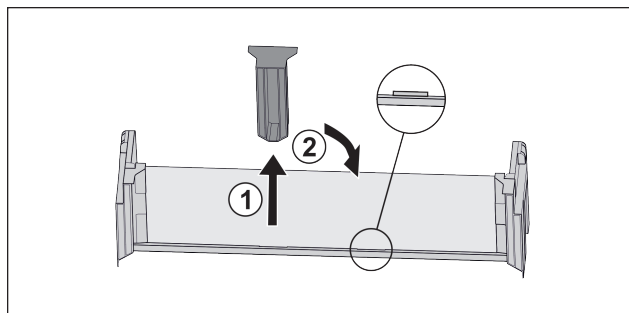

Fig. 22
- ▶ Stáhněte prostřední přídržný díl Fig. 22 (1).
- ▶ Vložte prostřední přídržný díl do druhé polohy Fig. 22 (2).